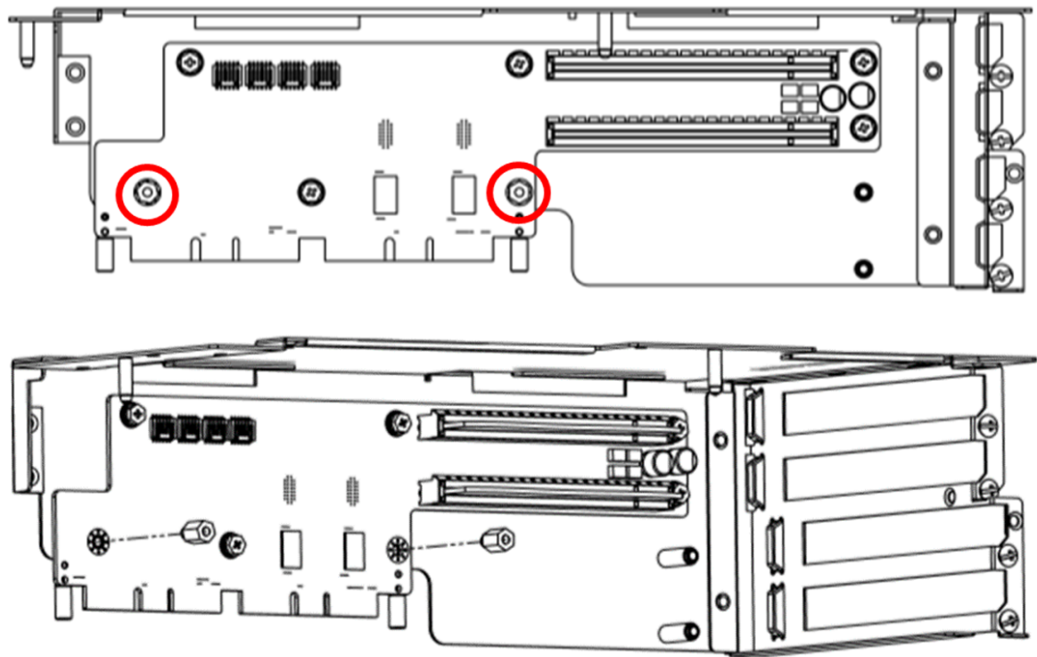
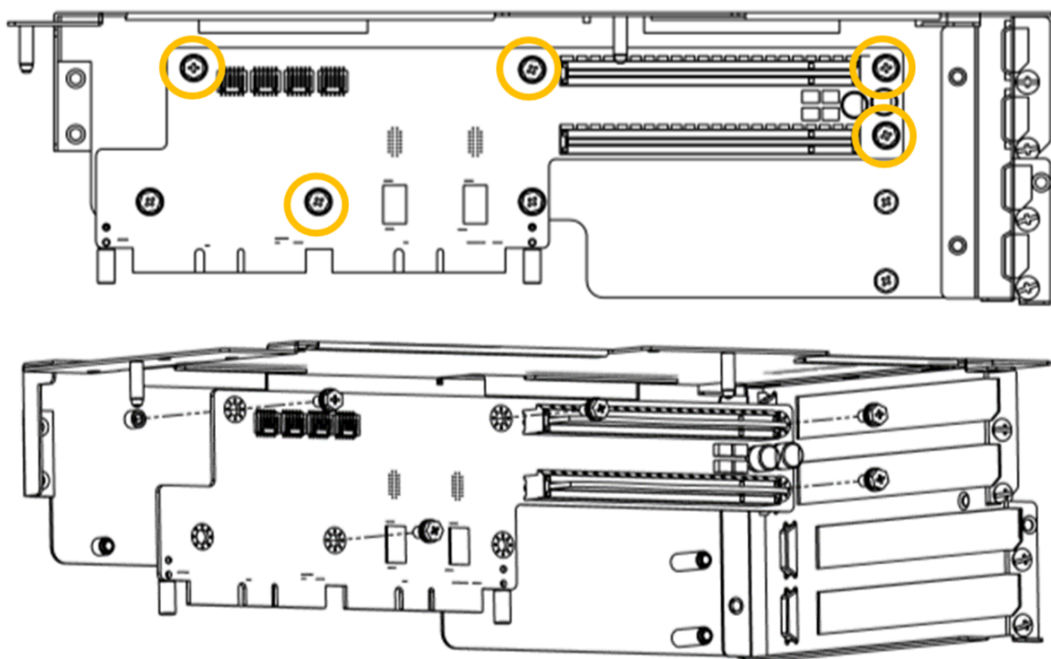

Figure 2.8 Screw in 2 stub coppers on UR Riser Card/在 UR 卡上锁 2 顆銅柱/在 UR 卡上鎖 2 顆銅柱
Figure 2.9 Tighten the 5 screws on UR Riser Card/在 UR 卡上锁 5 颗螺丝/在 UR 卡上锁 5 颗螺丝
1. Assembly the UR riser card into Riser Cage-1 with two stub coppers in location H1, H2 and five screws in location H3, H4, H5, H6, H7. (See Figure 2.8 and Figure 2.9)
1. 使用 2 顆銅柱與 5 螺絲將 UR 卡組裝進 Riser Cage-1 (如图 2.8 与图 2.9 所示)
1. 使用 2 顆銅柱與 5 螺絲將 UR 卡組裝進 Riser Cage-1 (如图 2.8 與圖 2.9 所示)